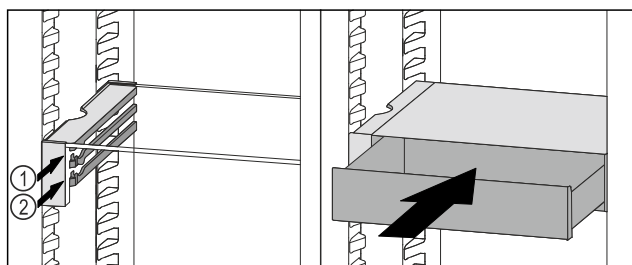

Fig. 119
- ▶ Placera VarioSafe-lådan bakom stoppklackarna på önskad list Fig. 119 (1) eller Fig. 119 (2).